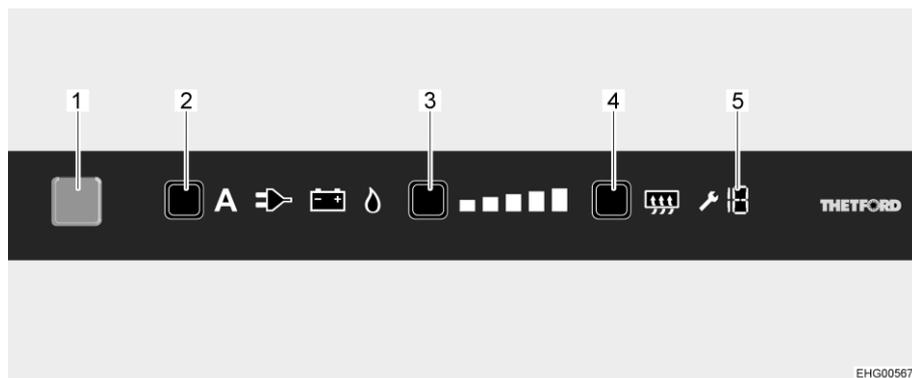

Fig. 177 Elementos de mando
Una vez conectado, el frigorífico selecciona automáticamente el último ajuste seleccionado del termostato. Este ajuste se puede reajustar de modo manual a través de la tecla de niveles de refrigeración (Fig. 177,3). Las barras luminosas del indicador de nivel de refrigeración indican el ajuste seleccionado del termostato. Con la tecla de niveles de refrigeración se ajusta la temperatura de refrigeración para los tres tipos de energía. Pasan algunas horas hasta que el frigorífico alcanza la temperatura de servicio normal. Al conmutar el modo de funcionamiento se mantiene el ajuste del termostato. La temperatura de refrigeración se mantiene independientemente del tipo de energía.
- Presionar la tecla On/Off (Fig. 177,1) por 1 segundo. La tecla se ilumina de color azul. Después de aprox. 10 segundos, la visualización se atenuará automáticamente por razones de ahorro de energía.
- Pulsar la tecla de selección de energía (Fig. 177,2) repetidamente hasta que esté seleccionada la fuente de energía deseada.
- Pulsar la tecla de niveles de refrigeración (Fig. 177,3) repetidamente hasta que esté seleccionado la nivel de refrigeración deseado. El nivel de refrigeración de refrigeración actual se visualizará a través de las barras luminosas.
- Pulsar la tecla On/Off (Fig. 177,1) por aprox. 2 segundos. Se apagarán todos las lámparas. El frigorífico está desconectado.